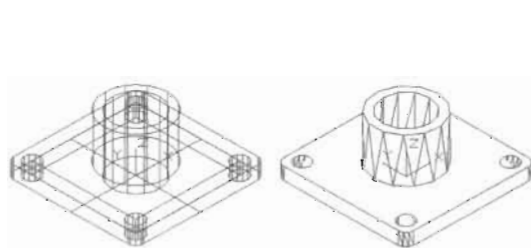

图 14-152
(10) 单击“建模”工具栏中的“差集”按钮,用矩形实体和半径为 24mm 的圆柱体减去半径为 18mm 的圆柱体,效果如图 14-152 所示。